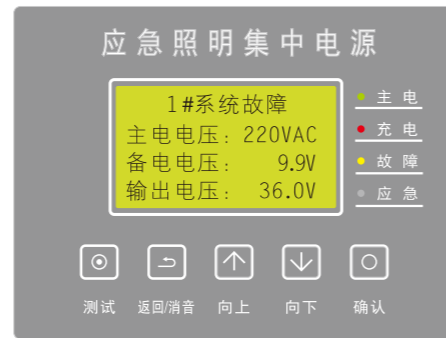

图5.6
(5)、系统故障:当系统出现故障时,显示屏显示【N#系统故障】并有故障声提示,故障状态指示灯点亮,按【向下】键或查询【故障信息】均可显示故障详情,如图5.6所示;将故障排除后,系统自动恢复至正常状态。